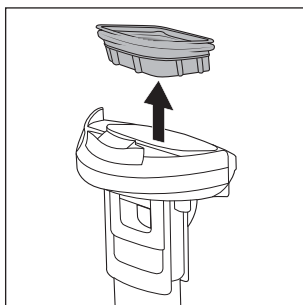

Fig. 24
- ♦ Îndepărtați filtrul de murdărie **10** din rezervorul de apă murdară **2**, introducând degetele lateral în orificiile de lângă filtrul de murdărie **10** și trăgându-l în sus de pe capacul rezervorului de apă murdară **9** (a se vedea fig. 24).